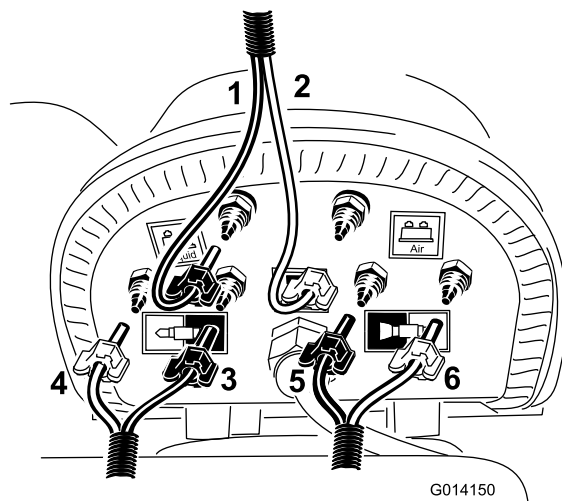

図 15
2. この青色チューブと透明チューブを、コンプレッサのそれぞれの上バーブに接続する（図 15）。
4. 左ブームに取り付けた泡ホースに、図 15 のように青と白のチューブを取り付ける。
5. 右ブームに取り付けた泡ホースに、図 15 のように青と白のチューブを取り付ける。